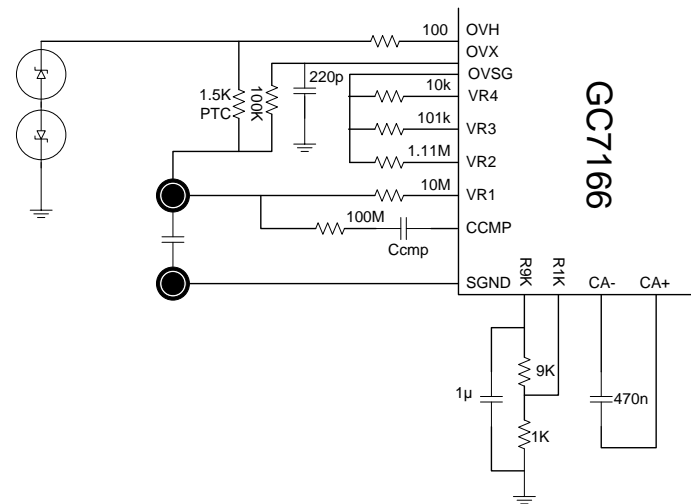

图 10.1 电容测量的应用电路
- ◆ 图 10.1 为电容测量的应用电路, 9K Ω 和 1K Ω 电阻与 R9K 和 R1K 引脚连接, 这两个电阻必须是阻值十分精确的电阻。
- ◆ 因为芯片内存在寄生电容, PCB 板(大概 200 ~300pF), 在低量程范围 (4n~400nF) 必须进行补偿以消除偏移误差。补偿寄生电容影响的方法有两个。一个方法是在输入开路(比如, 输入电容大小为零)的情况下直接测量寄生电容大小, 在每个量程(特别是 4nF/40nF/400nF)下记录寄生电容的测量值, 然后从每次测量的结果里直接减去寄生电容的值。另一个方法是如图 10.1 所示, 在 CCMP 引脚连接一个补偿电容, GC7166 将会使这个 CCMP 直接生效。CCMP 的值与寄生电容的大小相关。如果 CCMP 的值足够大, 可以在输入开路的情况下, 使数字显示增加 10 个数。